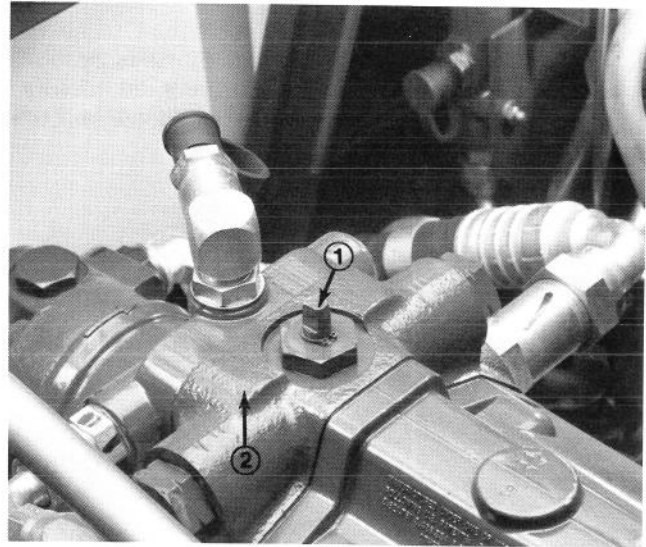

Bild 20
1. Den Sitz anheben und die stirnseitige Abdeckung entfernen. Das Bypassventil um 90° drehen (Bild 20). Öffnen des Ventils führt zum Öffnen eines internen Ganges in der Antriebspumpe, durch den das Hydrauliköl abgeleitet wird. Da das Hydrauliköl abgeleitet wird, kann die Zugmaschine ohne Gefahr einer Beschädigung des Hydrauliksystems bewegt werden.